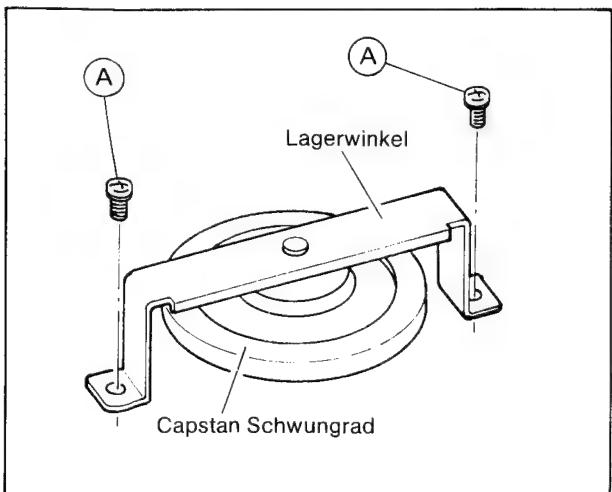

Bild 2-12
2. Schrauben A lösen, Lagerwinkel und Capstanschwungrad abnehmen (Bild 2-12).